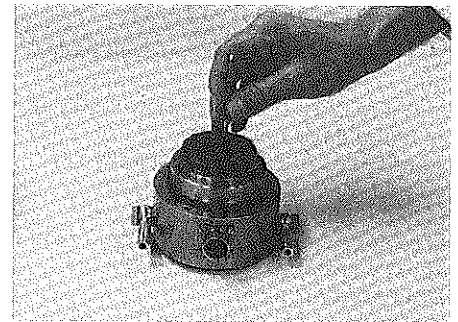

Fig. 21
- Kugellager 39, Radial Schwingring 40 und Scheibe 41 herausdrücken (Fig. 21).
- Force out ball bearing 39, radial anti-vibration ring 40 and washer 41 (fig. 21).
- Pousser pour faire sortir le roulement à billes 39, l'anneau antivibration radial 40 et la rondelle 41 (fig. 21).